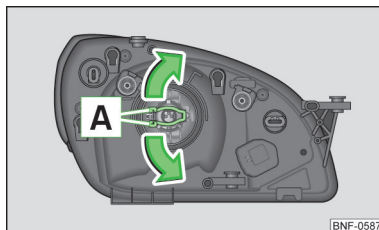

Fig. 128
- Presione el estribo de seguridad **A** » fig. 128 en el sentido del faro y, a continuación, desengánchelo en el sentido de la flecha.